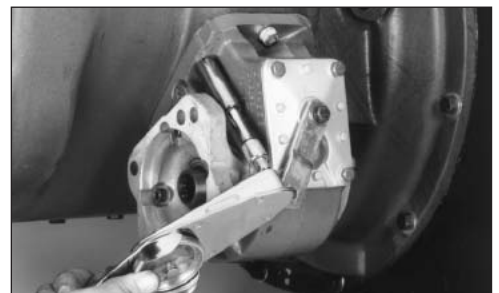

Abb. 9
9. Den Nebenantrieb am Getriebe befestigen (**Abb. 9**). Die selbstsichernden Muttern mit dem entsprechenden Drehmoment anziehen.